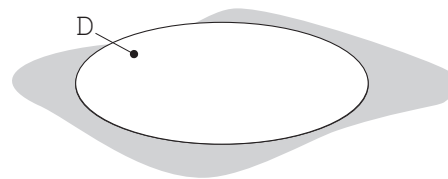

Fig. 1
- 1) Open the box that contains the perforated shade [M] and remove the glass diffuser [D]: put it aside on a safe place (Fig. 1)
- 1) Après avoir ouvert la boîte qui contient la sphère perforée [M] enlever le verre [D] et placez-le dans un endroit sûr (Fig. 1)